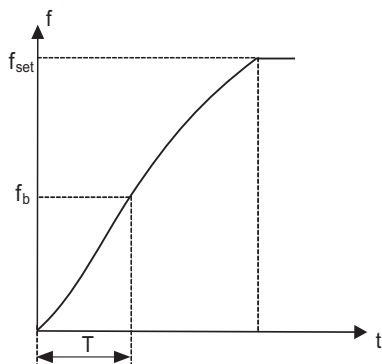

图5-23 S曲线加减速B示意图
- 2: S曲线加减速B——在此加减速曲线中，电机额定频率 f_b 总是S曲线的拐点。如图5-23所示。一般用于在额定频率以上的高速区域，需要短时加减速的场合。当设定频率在额定频率以上时，加减速时间为：
功能码F4-08和F4-09分别定义了S曲线加减速A起始段和结束段的时间比例，且两者满足： $F4-08+F4-09 \leq 100.0\%$ 。图5-23中 t_1 即为参数F4-08定义的参数，在此段时间内输出频率变化的斜率逐渐增大。 t_2 即为参数F4-09定义的时间，在此时间段内输出频率变化的斜率逐渐变化到0。在 t_1 和 t_2 之间的时间内，输出频率变化的斜率是固定的。